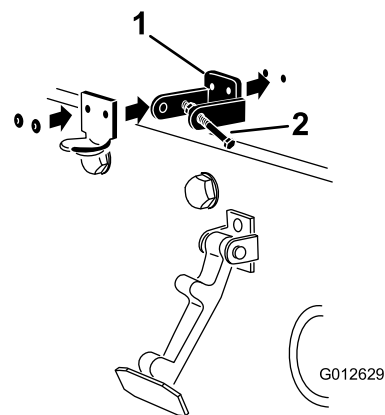

Figura 16
**Nota:** La staffa di bloccaggio deve essere contro il cofano (Figura 16). Non togliete il gruppo bullone e dado dal braccio della staffa di bloccaggio.
5. Rivettate le staffe e le rondelle al cofano (Figura 16).